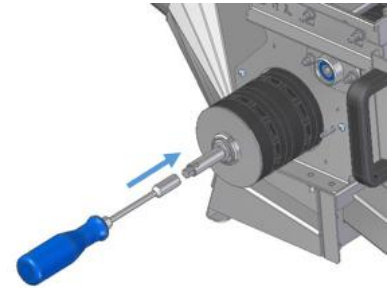
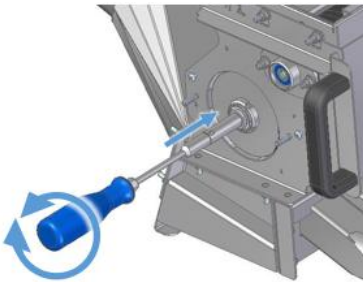

Abbildung 20
Abbildung 21
- Die neue Säwelle wird mit der Nut voran vorsichtig in die Dosiereinheit geführt. Die Nut der Säwelle muss dabei auf der gegenüberliegenden Seite in die Passfeder des Antriebs einrasten (siehe Abbildung 20 und Abbildung 21). Dies wird durch leichtes Drehen der Säwelle und minimalen Auf- und Abwärtsbewegungen erleichtert. Um das Drehen der Säwelle zu erleichtern kann der mitgelieferte Steckschlüssel auf den Seckskant der Säwelle aufgesetzt werden.